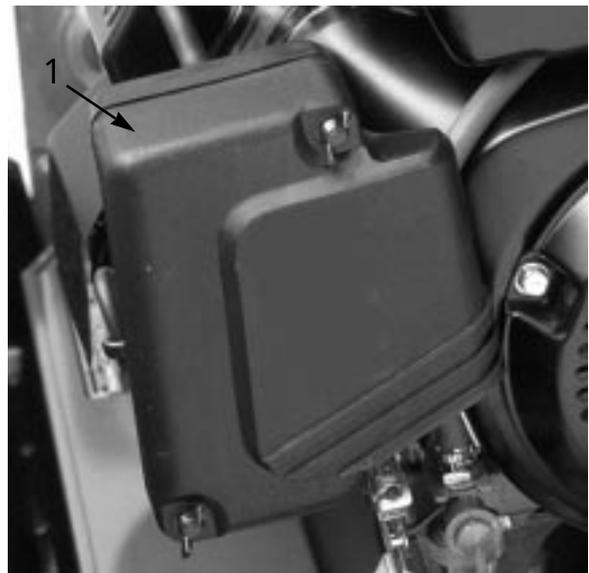

図 30
2. エアクリーナ・カバーの蝶ナットを取り、カバー（図30）を外す。
3. カバーを丁寧に清掃する（図30）。